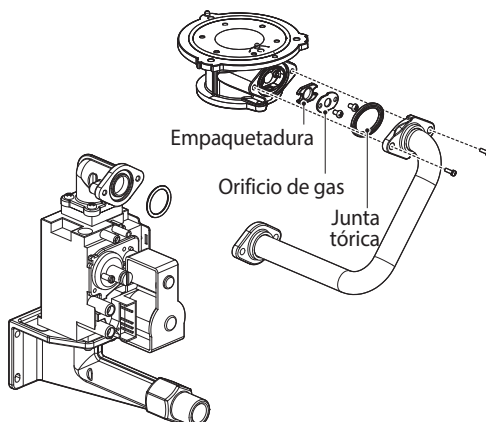

Figura 5. Vista desglosada del conjunto de tubos de gas
- SIEMPRE inspeccione la junta tórica entre la válvula de gas y el adaptador de entrada de la válvula de gas cada vez que se desmonten (vea Figura 5).